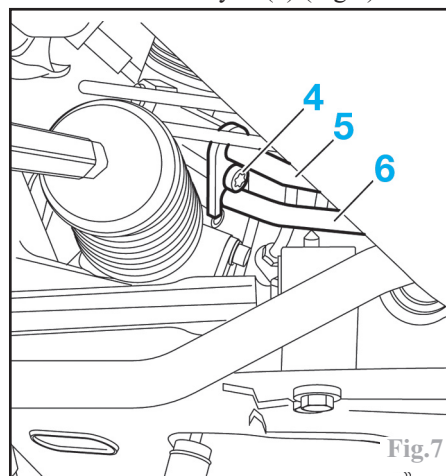

Fig.7
Déposer la vis (4) et désaccoupler l'ensemble bride (5) de la valve d'assistance de direction et le tuyau (6) (Fig.7).